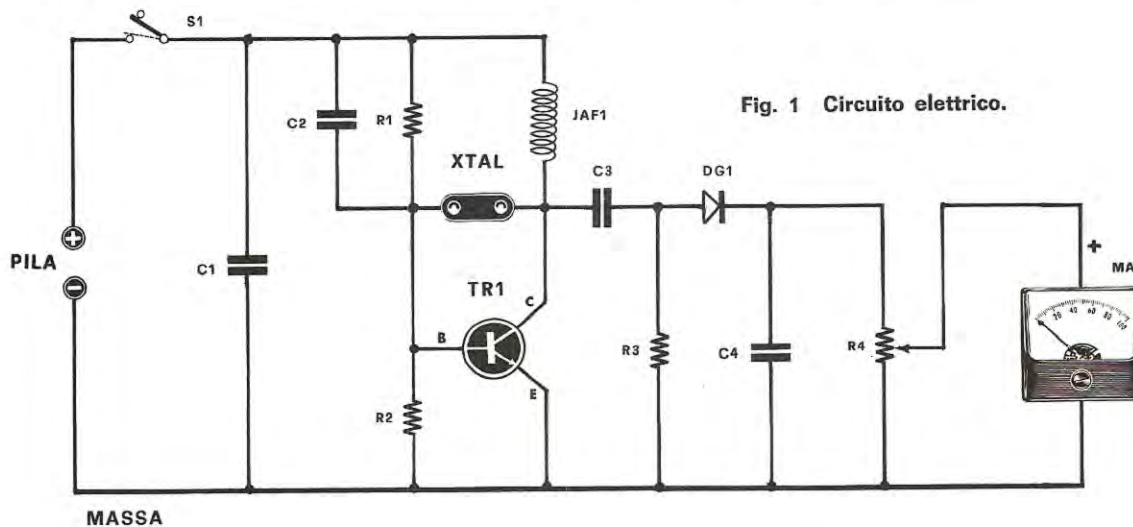

Fig. 1 Circuito elettrico.
Lo schema elettrico del nostro provaquarzi è quello che appare in fig. 1 e, come potete constatare voi stessi, non è che presenti delle difficoltà o delle particolarità di soluzione tali da renderne difficile o comunque critico il cablaggio.
Fig. 1 L'antenna verticale visibile in disegno è senza dubbio quella che presenta minor difficoltà dal punto di vista costruttivo. Essa consiste praticamente in un tubo di alluminio di diametro di 10-12 mm. lungo 2,74 metri (elemento superiore) ed un secondo tubo (elemento inferiore) del diametro di 50 mm. di lunghezza analoga a quello precedente. Entro a quest'ultimo fissaremo come vedesi in fig. 2 un tondino di legno. L'impedenza di quest'antenna può essere variata da 52 a 75 ohm variando la lunghezza dei due tubi. Tale antenna è omnidirezionale, cioè irradia o riceve da ogni direzione.
vale a dire di 2,74 metri, che formerà l'elemento inferiore, come distintamente è visibile in fig. 1.
**Fig. 5** L'antenna visibile in figura è una direttiva, cioè irradia e riceve da una sola direzione, aumentandone però l'intensità del segnale. L'elemento riflettore lungo esattamente metri 5,64, andrà fissato ad una estremità del palo orizzontale di sostegno. A m. 0,98 andrà fissato l'elemento radiante (dimensioni analoghe a quelle di fig. 1 e fissato come indicato in fig. 3) a m. 2,07 dall'elemento radiante formeremo il direttore costituito da un tubo lungo esattamente m. 5,13. Per evitare le oscillazioni prodotte dal vento, le estremità dei tubi saranno tenute ferme con filo di nailon.